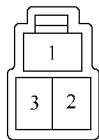

图 19-55 开关接插件
(2) 检查后加热器鼓风机开关。其开关接插件如图 19-55 所示，端子的导通情况见表 19-16。